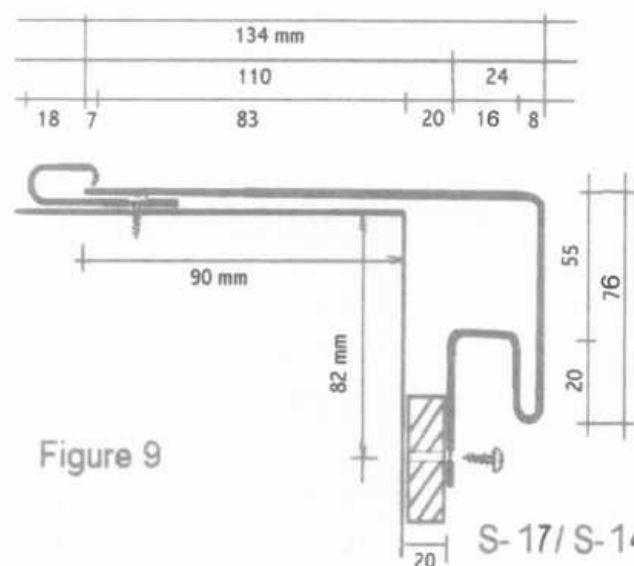

Figure 9
7.7 Baguette de fenêtre S-17, fixée avant la pose du revêtement (figure 9), utilisée pour l'habillage des tableaux de fenêtres et de portes jusqu'à 11 cm d'épaisseur, et pour la finition des façades sans retour afin de couvrir l'épaisseur de l'isolant et des liteaux.